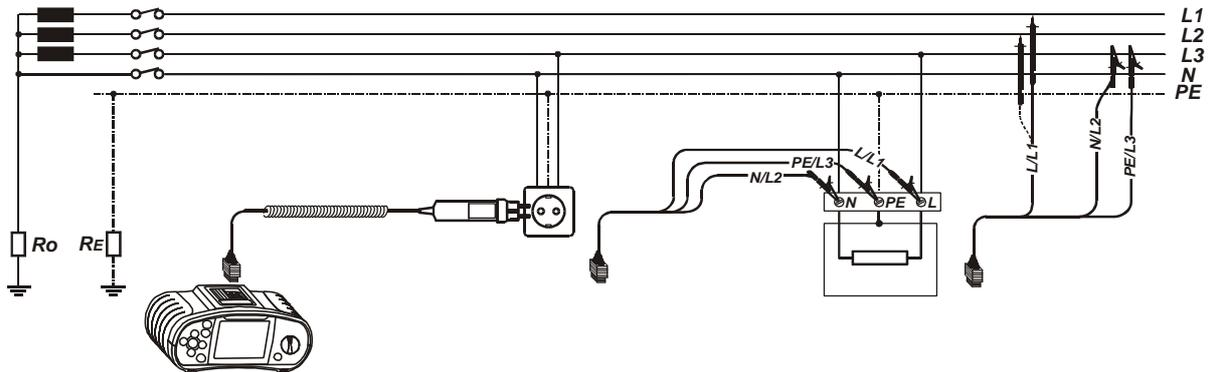

Abb. 5.40: Messung des Phasen-Neutral- bzw. Phasen-Phasen-Leitungswiderstands
Schritt 2 Befolgen Sie zur Durchführung der Spannungs- und Frequenzmessung den Anschlussplan in Abb. 5.40.